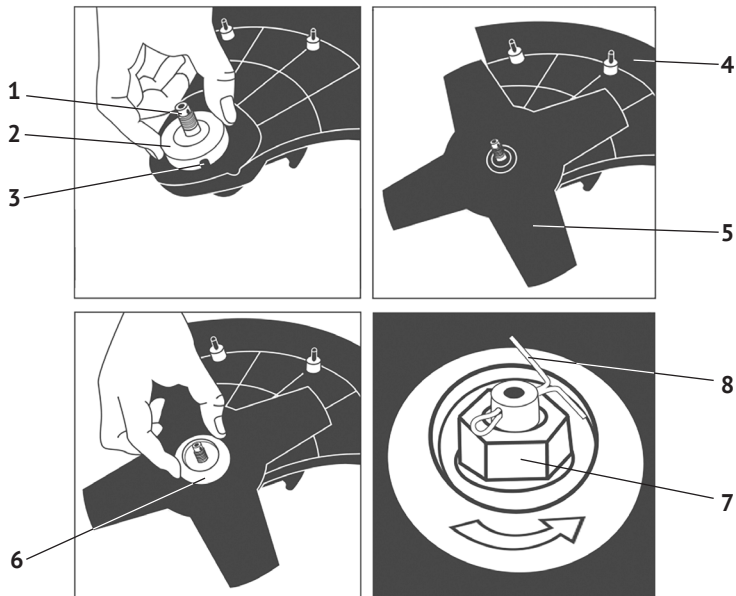
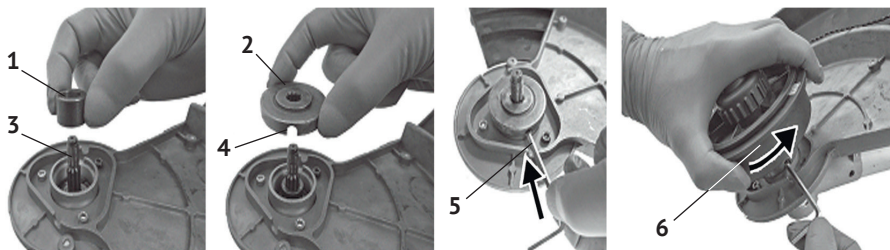

рис. 5
рис. 6
2.3.4 Установка режущего ножа (см. рис.5):
- установить на шпindelь (рис.5 поз.1) выходного редуктора опорный фланец (рис.5 поз.2);
- установить режущий нож (рис.5 поз.5) на шпindelь, убедившись, что он ровно лежит на опорном фланце (рис.5 поз.2);
- установить на нож зажимной фланец (рис.5 поз.6);
- зафиксировав шпindelь ключом (рис.6 поз.5) через отверстие (рис.5 поз.3) опорного фланца, закрутить (против часовой стрелки) гайку крепления (рис.5 поз.7) и надёжно затянуть её ключом из комплекта поставки;
- для гарантированного обеспечения надёжности работы, зафиксировать гайку шплинтом (рис.5 поз.8).
2.3.5 Установка головки режущей (см. рис.6):
- установить на шпиндель (рис.6 поз.3) втулку (рис.6 поз.1);
- установить на шпиндель опорный фланец (рис.6 поз.2);
- зафиксировать шпиндель от проворачивания, вставив ключ (рис.6 поз.5) в отверстие (рис.6 поз.4) опорного фланца, совмещённое с отверстием корпуса редуктора;
- накрутить на шпиндель, вращая против часовой стрелки (резьба левая) корпус головки режущей (рис.6 поз.6), извлечь ключ.